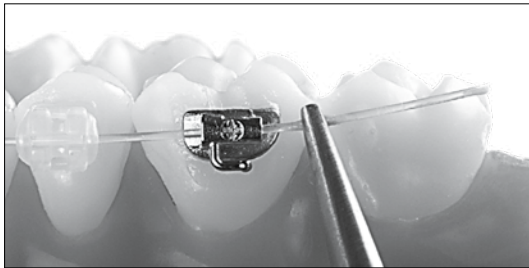

Abb. 2: Den Bogen durch das Röhrchen ziehen.
- Ziehen Sie den transluzenten Idealbogen pearl distal durch das Bukkalröhrchen (Abb. 2).